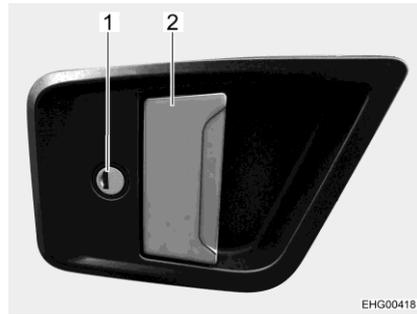

Fig. 57 Cerradura de la puerta
- Introducir la llave en el cilindro de cierre (Fig. 57,1) y girarla hasta que esté desbloqueada la cerradura de la puerta.
- Tirar del tirador de la puerta (Fig. 57,2). La puerta está abierta.
- Introducir la llave en el cilindro de cierre (Fig. 57,1) y girarla hasta que esté bloqueada la cerradura de la puerta.